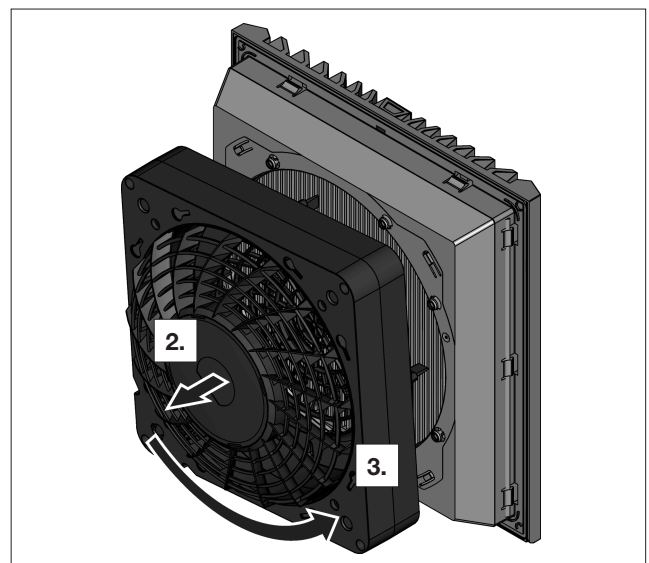

Fig. 10 : rotation du bloc moteur du ventilateur
- Pivoter le bloc moteur du ventilateur de 90°, 180° ou 270° afin que le raccordement électrique se trouve à la position souhaitée (voir fig. 10).